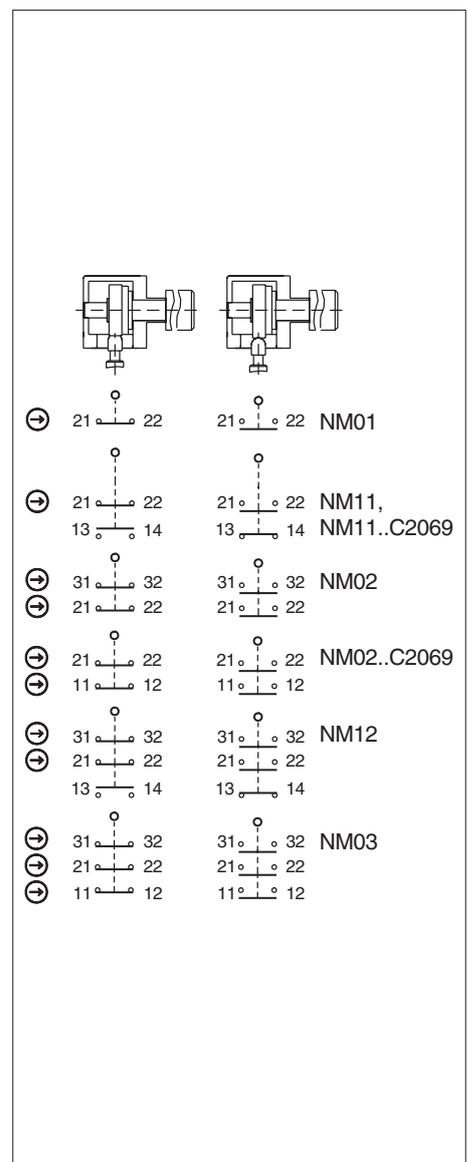

Fig. 3: Elementos interruptores y funciones de conmutación
Debe usarse como mínimo un contacto  $\ominus$ . Este señala la posición del resguardo (para la asignación de contactos, consulte la Fig. 3).
3. Apriete las conexiones y los bornes con 0,5 Nm (para la asignación de contactos, consulte la Fig. 3).